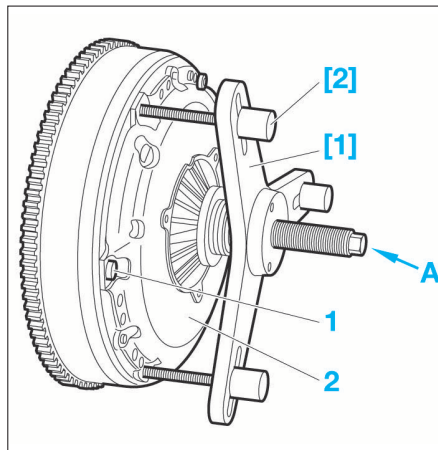

FIG. 2
- déposer 3 vis (1) (une vis sur deux) (Fig.2).
- comprimer le mécanisme en agissant sur la vis centrale de l'outil [1] (en "a") (Fig.2).